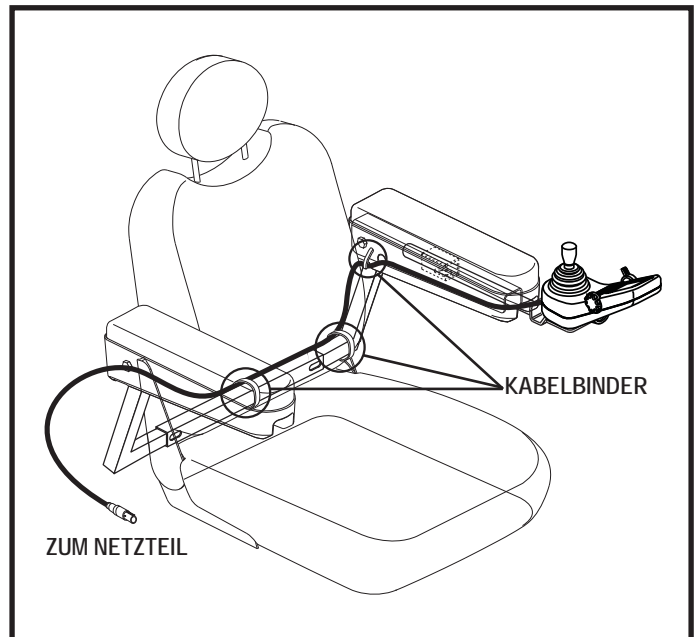

Abb. 10. Steuerkabelführung auf einem Kontursitz
6. Sichern Sie den Kabelbaum der Steuerung mit Kabelbindern an dem Griffstück der Armlehne. **Siehe Abb. 10.**
11. Befestigen Sie den Kabelbaum der Steuerung an der Armlehne mit Kabelbindern. **Siehe Abb. 10.**